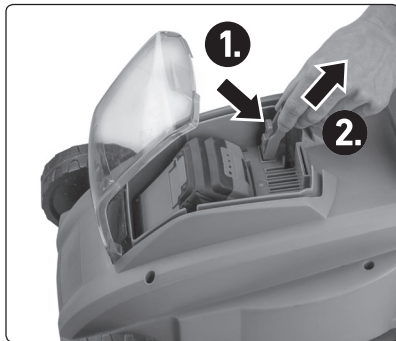

Abb. 7
- Falls Sie den Rasenmäher unbeaufsichtigt oder eingelagert lassen wollen, ziehen Sie den Kontaktschlüssel, der als eine zusätzliche Sicherheitsvorrichtung gegen unbeabsichtigtes Einschalten des Rasenmähers dient. Drücken Sie zuerst den Entriegelungshebel am Kontaktschlüssel und während Sie den Hebel gedrückt halten, ziehen Sie den Schlüssel heraus, siehe Abb. 7.